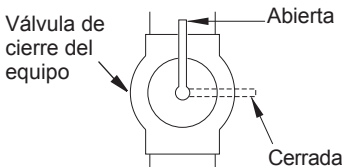

Figura 15 - Válvula de cierre del equipo
1. Cierre la válvula de cierre del equipo (consulte la figura 15).